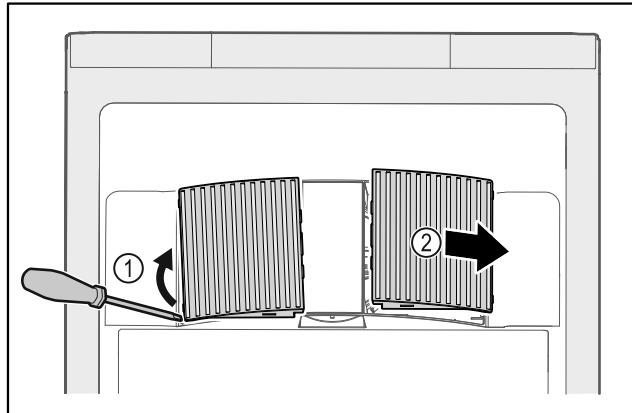

Fig. 47
- Осторожно подденьте крышки вентилятора сбоку Fig. 47 (1) и снимите их движением вперед Fig. 47 (2).